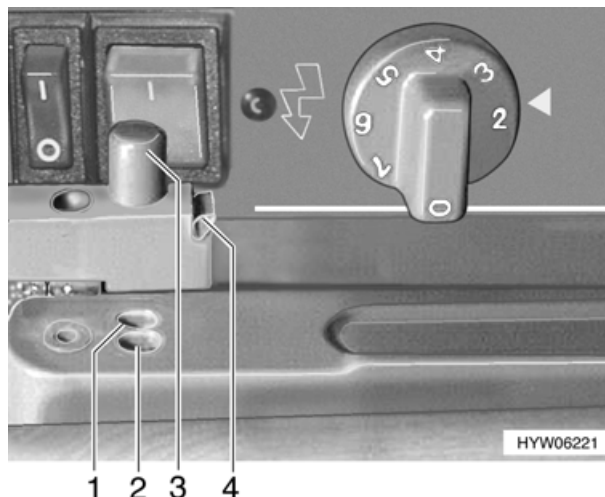

Fig. 82 Bloccaggio della porta del frigorifero
- Premere lateralmente sulla sicura di colore verde (Fig. 82,4) per sbloccare la porta. Il nottolino (Fig. 82,3) scatta all'infuori.
- Premere il nottolino (Fig. 82,3) in modo che scatti nella tacca di arresto esterna (Fig. 82,2).
- Premere il nottolino (Fig. 82,3) in modo che scatti nella tacca di arresto interna (Fig. 82,1). In questo modo la porta rimane ferma in posizione socchiusa.